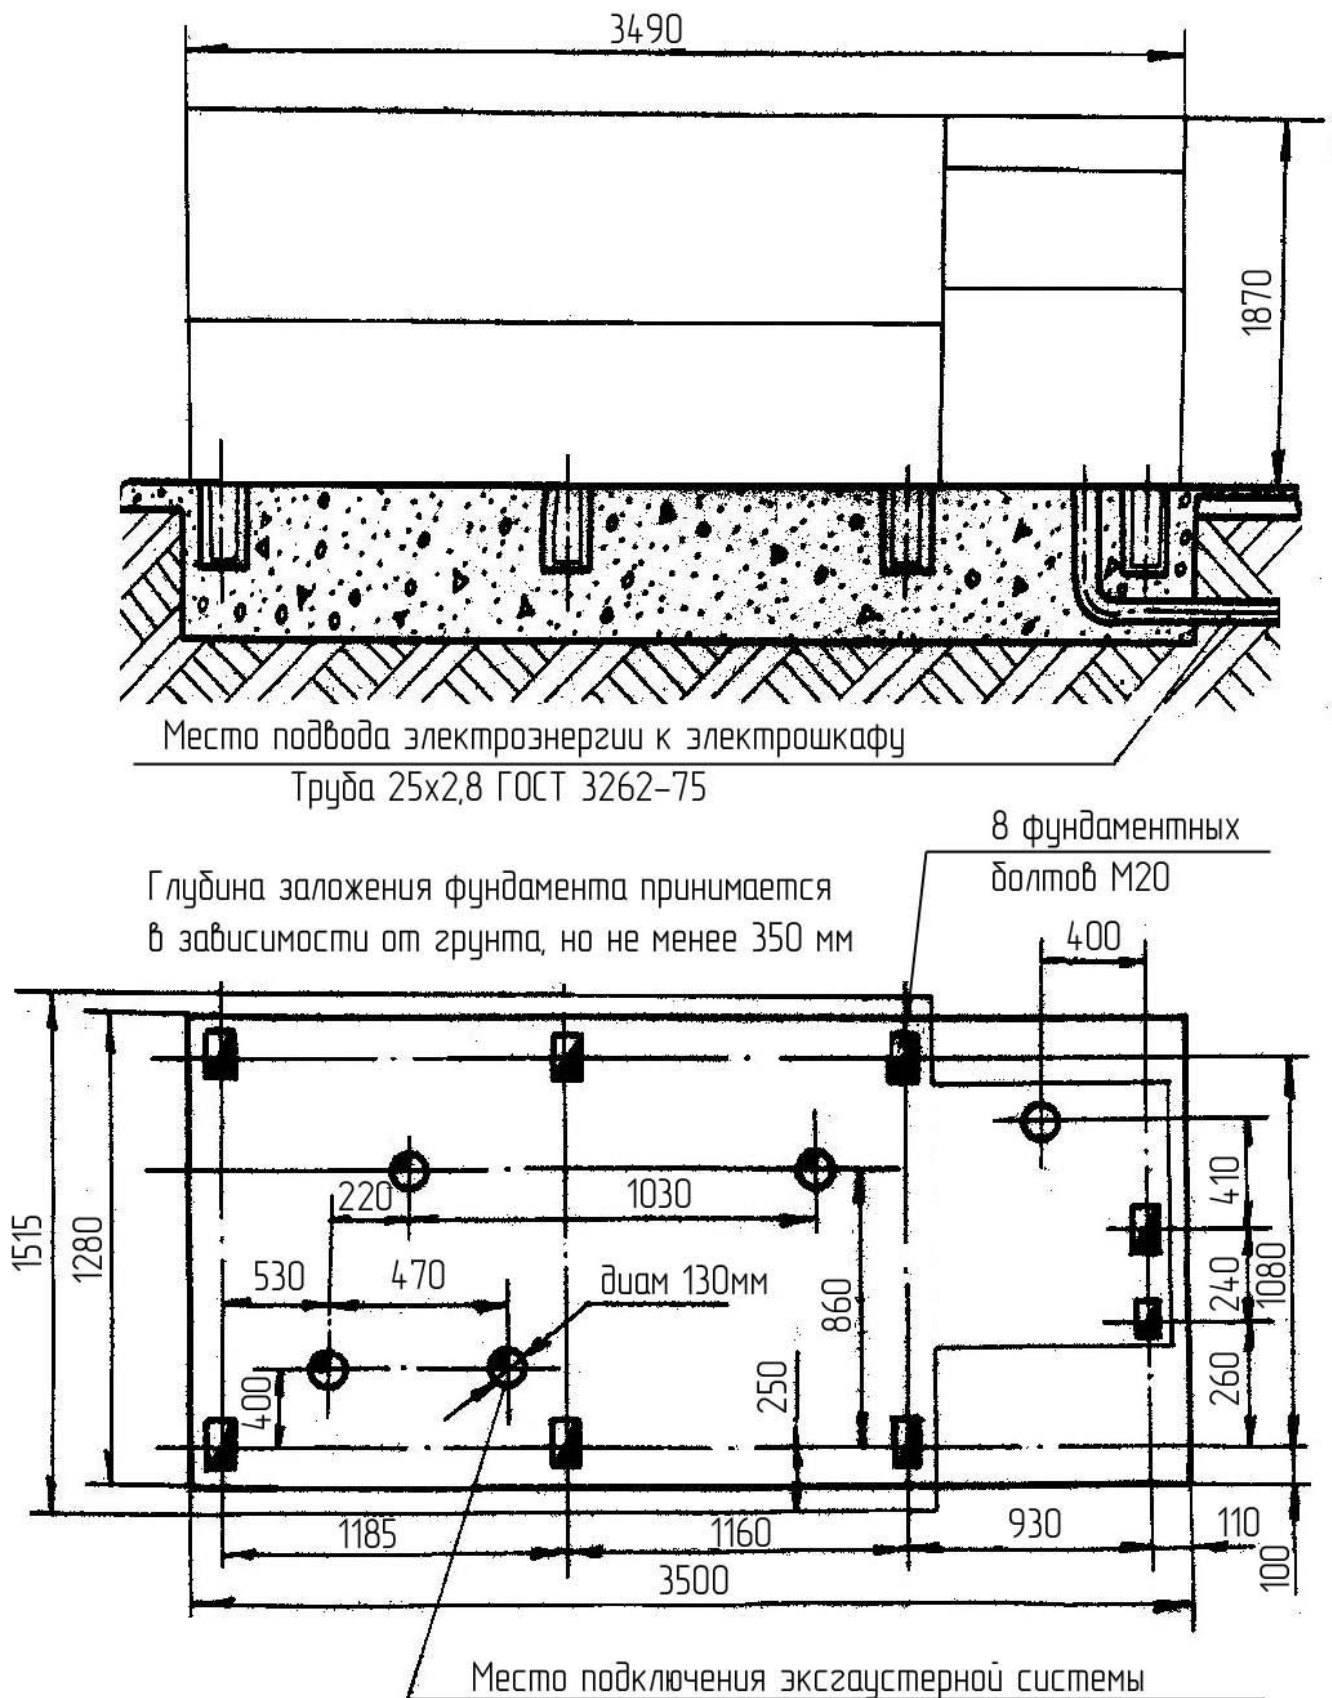

Рис. 24. Схема установки станка
10.4.1. Схема установки станка модели С25-4М приведена на рис. 24